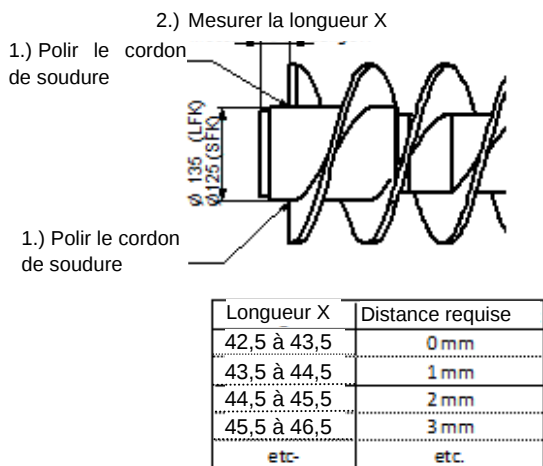

Fig.13-5 Définition bague d'écartement
2. La longueur « X » détermine la bague d'écartement requise - voir Fig. 13-5.